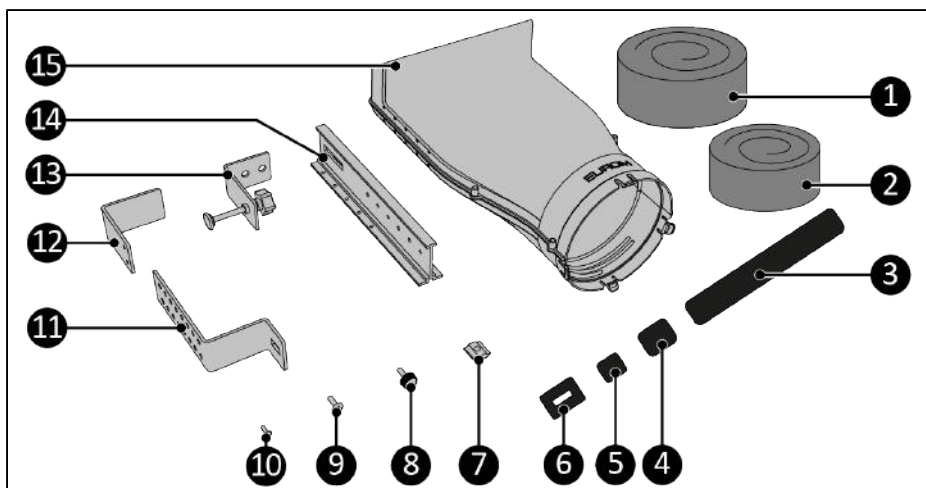

Figure 157.
1. Vérifiez que vous disposez de tout le matériel, conformément à Figure 157.